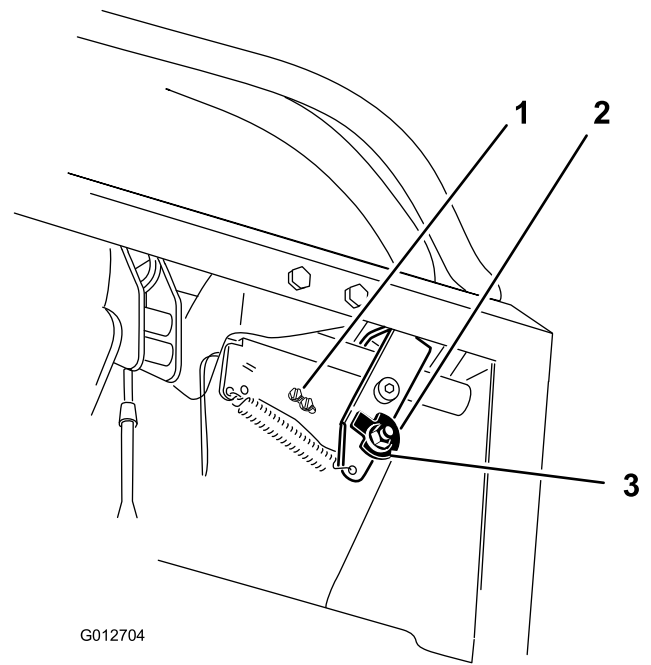

図 70
11. 必要に応じてスイッチを固定しているネジをゆるめてスイッチの位置を調整する (図 70と図 71)。
7. カムを固定しているナットをゆるめる (図 70)。